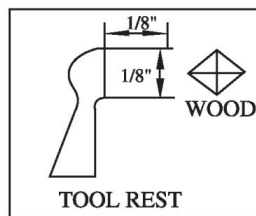

Figure 3
9. Stel de gereedschapshouder ongeveer $1/8''$ van de hoeken van het hout en $1/8''$ boven de middellijn af. Vergrendel de gereedschapshouderbasis en de gereedschapshouder. (zoals afbeelding 3)